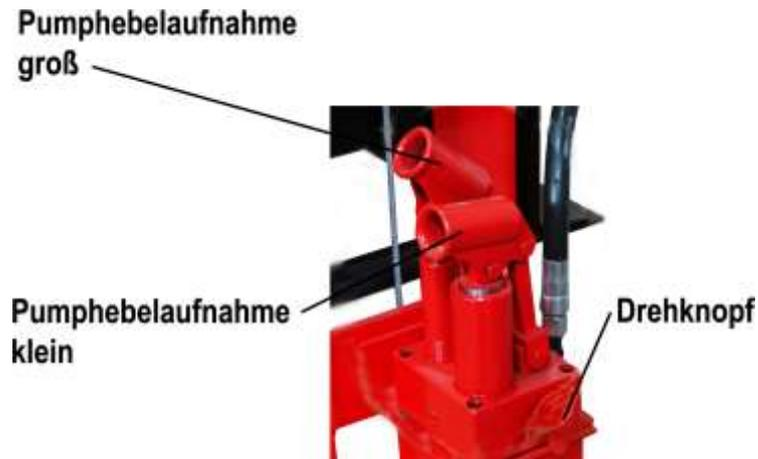

Abb.3
- Drehen Sie den Drehknopf (Abb.3) im Uhrzeigersinn, dadurch schließt sich das Pumpventil.